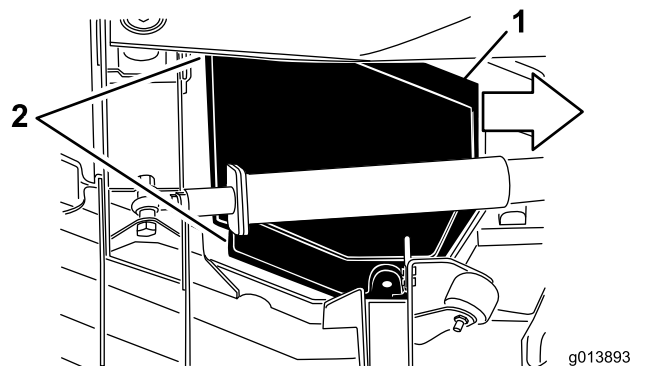

Рисунок 67
5. Подняв крышку, сдвиньте ее к тяговому блоку примерно на 2,5 см, чтобы отсоединить наружный край крышки от деки (**Рисунок 67**).